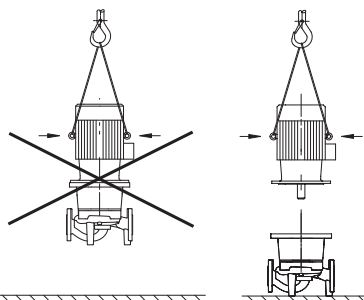

Fig. 20: Transport av motor
- Använd motors lyftöglor endast för att lyfta motors vikt, inte för hela pumpen (fig. 20).